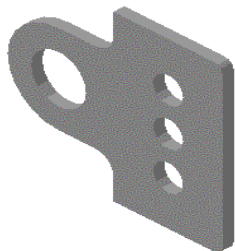

Рисунок 57
4. Нажмите кнопку создать в диалоговом окне Параметры. Получаем 3-мерную модель подвески без невидимых линий. Выберите в Панели управления программы команду Полутоновое . Получим 3-х мерное полутоновое изображение модели подвески (см. рис. 57).